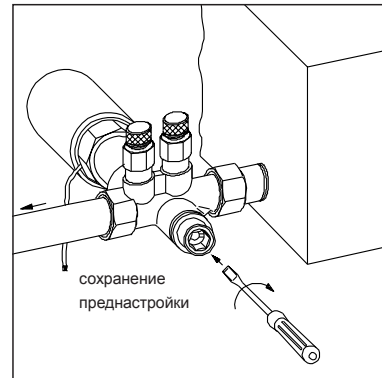

рис. 2:
- 4 Затем шток вентиля с помощью отвертки повернуть вправо до упора (рис. 2).
Важно: Для последующего изменения значения преднастройки сначала отверткой (рис. 2), поворачивая влево, ослабить шток вентиля. Затем изменить величину преднастройки с помощью шестигранного ключа №4.